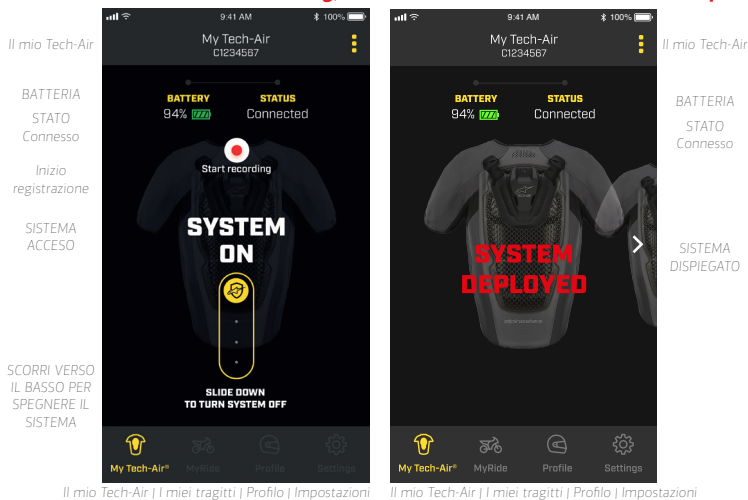

Figura 12
l'utente non può accedere alla maggior parte delle funzioni dell'App. Nel caso in cui il sistema debba essere disattivato dall'utente, ad esempio durante una guida pesante fuoristrada, il sistema può essere disattivato utilizzando l'icona a scorrimento sull'App (come mostrato in Figura 12). Per farlo, aprire e chiudere la Patta anteriore (2). In caso di attivazione, l'App mostrerà il relativo stato con la dicitura SYSTEM DEPLOYED (SISTEMA ESPLOSO) come illustrato nella Figura 12.